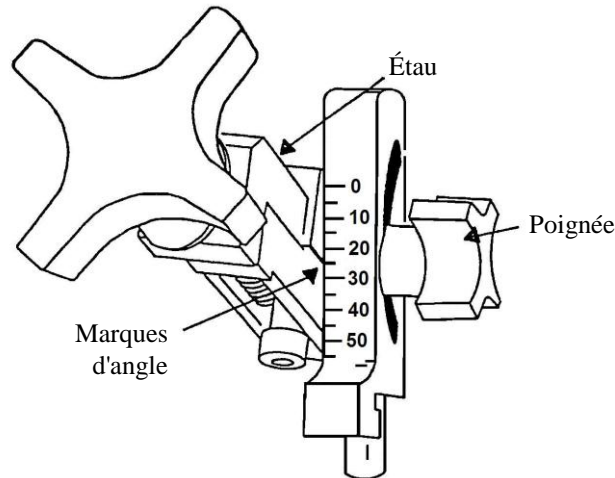

Figure 4
8.3 Préparation de l'appareil EdgeKing® avant l'affûtage (voir figure 4)
L'angle de l'étau détermine l'angle d'affûtage des lames de ciseaux. L'étau fourni avec l'appareil EdgeKing® offre un angle d'affûtage fixe (non réglable) de 25 degrés. Un support réglable, semblable à celui de la figure 4, peut être obtenu auprès de Bettcher Industries.